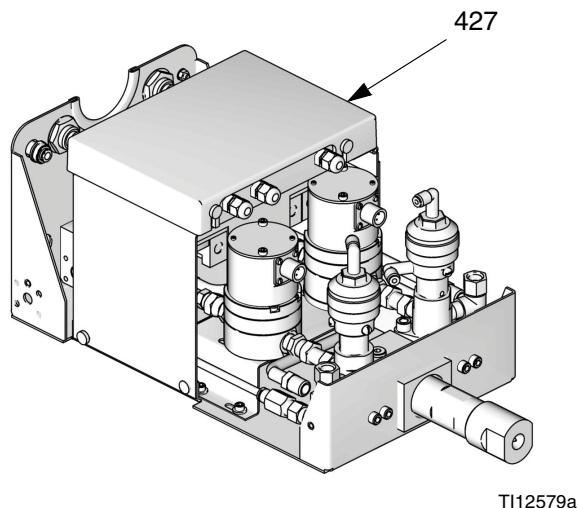

FIG. 27. Rimuovere il coperchio della scheda di controllo
2. Rimuovere il coperchio (427) della scheda di controllo. FIG. 27.